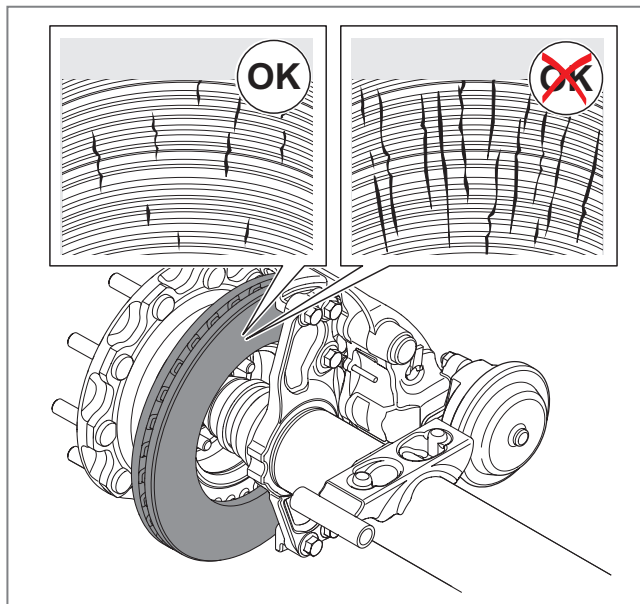

Abb. 18 - Inspektion der Brems Scheibe
- Suchen Sie nach Verschleiß, Beschädigungen und Rissen, siehe ► Abb. 18. Risse, die über den Außenumfang oder am inneren Durchmesser des Reibrings in die Belüftungskanäle eindringen, sind nicht zulässig!